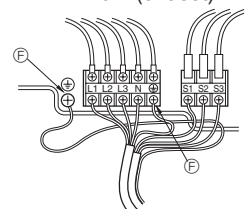

Fig. 6-2
### 6.1. Utendørsenhet (Fig. 6-1, Fig. 6-2)
- 2 Legg kablene ved å se på Fig. 6-1 og Fig. 6-2.